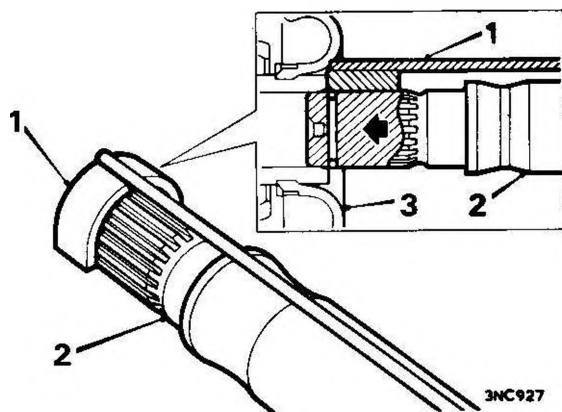

Fig. G.13
- b. Quando si rimonta l'albero nel giunto lato differenziale, comprimere l'anello di bloccaggio dello stesso con l'attrezzo 18G 1241. Fig. G.13.
8. Comprimere l'anello del giunto con lo attrezzo 18G 1241 durante l'accoppiamento dell'albero al giunto, Fig.G.13. Bloccare l'albero nel giunto spingendovelo con un colpo secco.